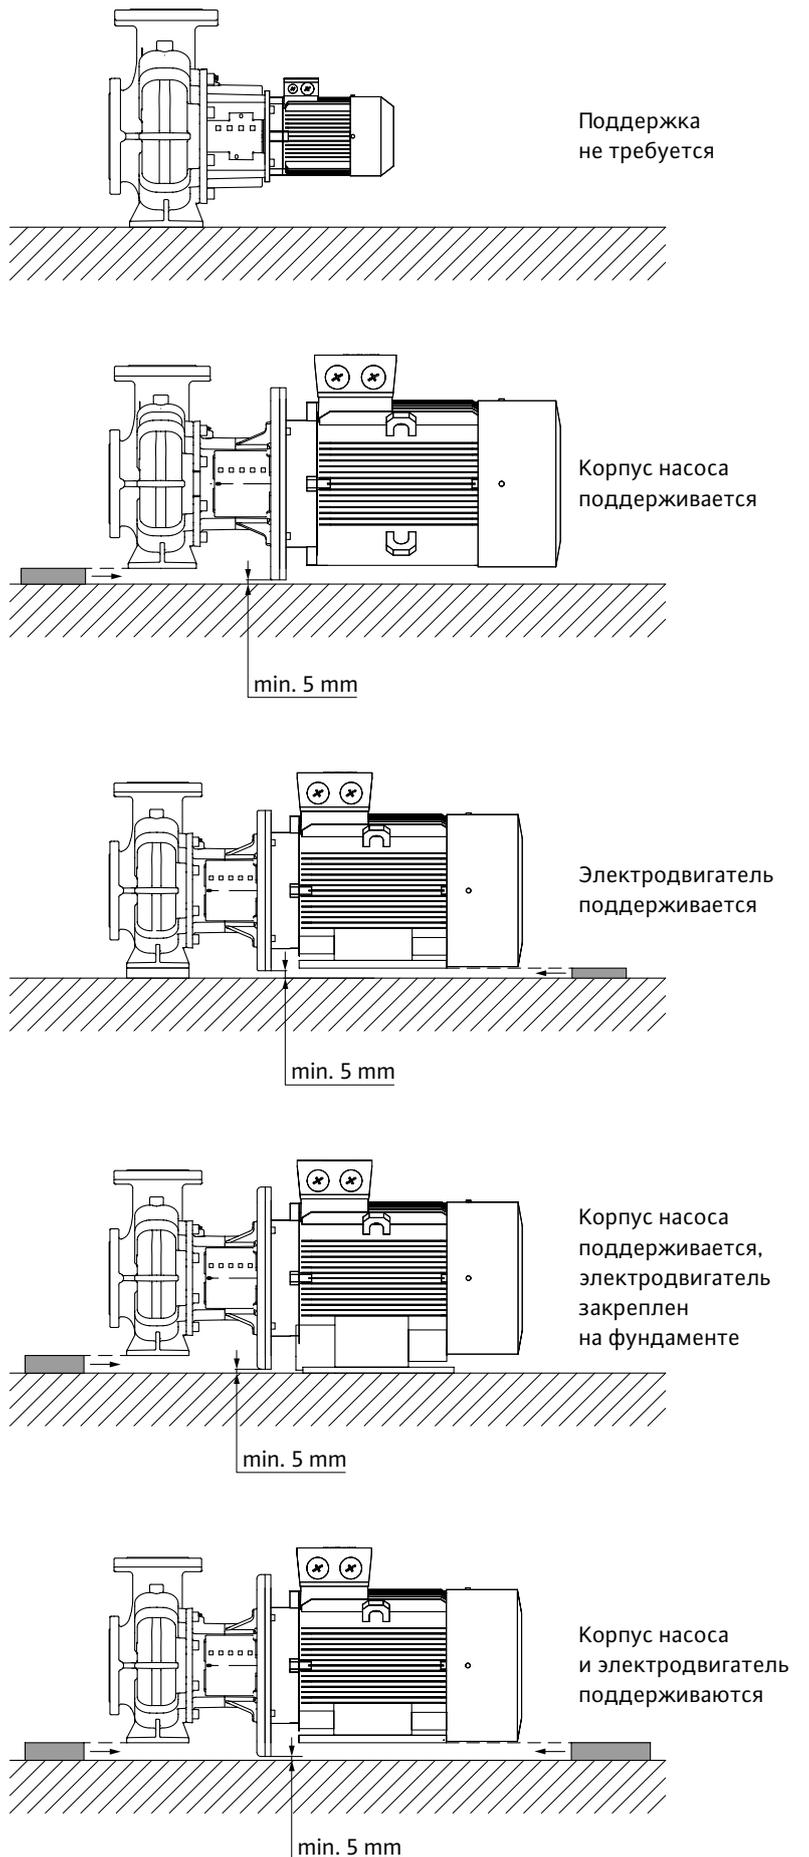

Рис. 14. Примеры монтажа BL
- В насосах типа VL необходима поддержка электродвигателя, начиная с мощности электродвигателя 18,5 кВт, см. примеры монтажа насоса VL (Рис. 14).